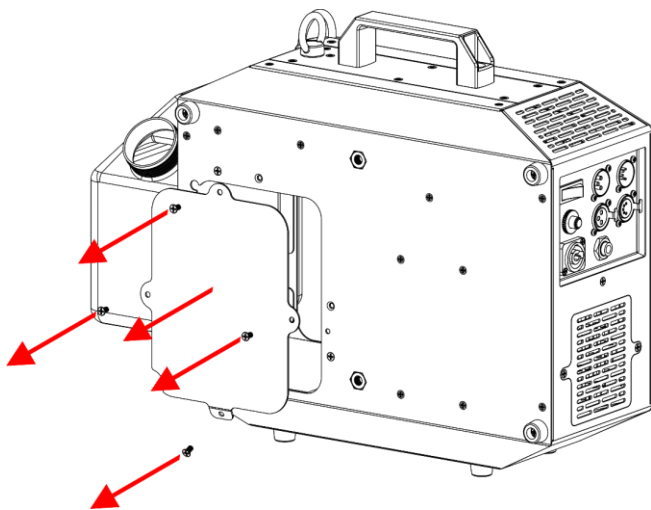

Fig. 14
- 09) Retire los 4 tornillos de la placa metálica del depósito en la parte posterior del dispositivo y extraiga la placa metálica del depósito, como se muestra en la Fig. 14.